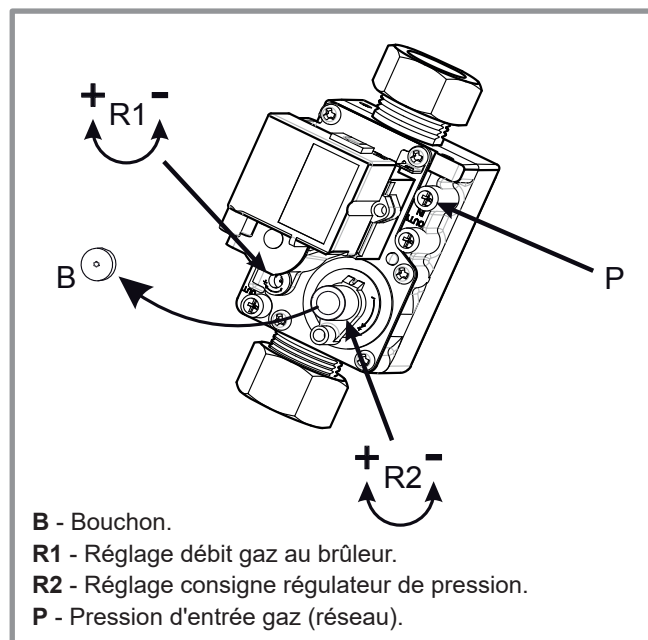

figure 54 - Vanne gaz VGU86 S
- Si nécessaire, ajuster le taux de CO2 en réglant le débit gaz au brûleur (vis repère R1, figure 54).
- Si nécessaire, ajuster doucement la consigne du régulateur de pression (vis repère R2, figure 54).